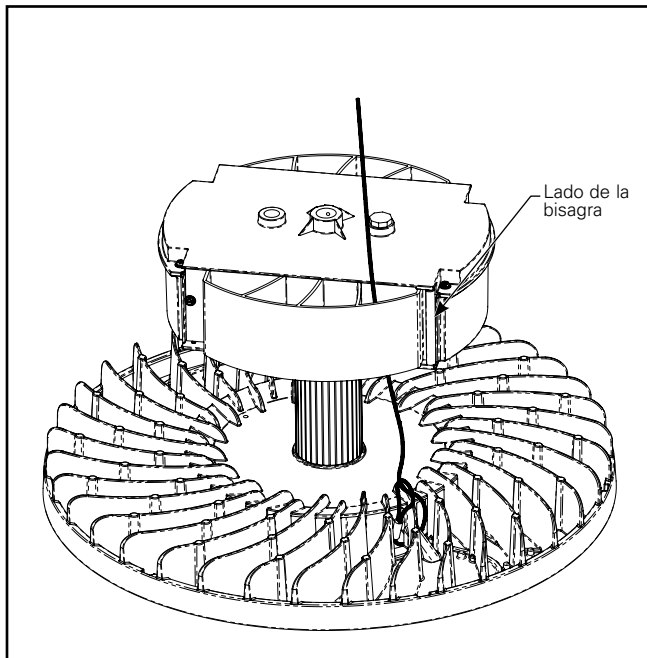

Figura 2.
2. Pase el cable de seguridad a través de las aletas de la carcasa tal como se muestra en la Figura 2.